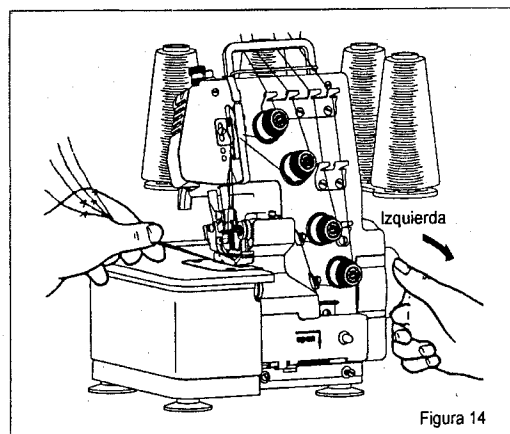

Figura 14
1. Antes de empezar a coser, gire lentamente el volante hacia la izquierda con la mano mientras se tira ligeramente de los extremos de los hilos con los dedos, como muestra en la Figura 14. Compruebe que al comienzo, las puntadas sean satisfactorias.